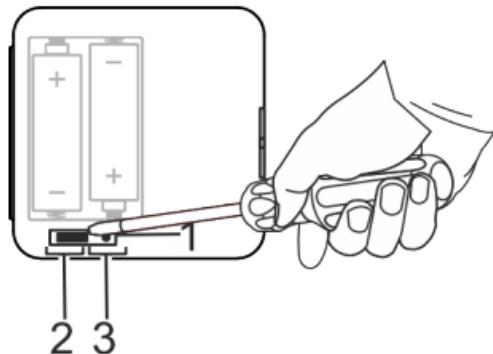

Fig. 8: Levantar el puente de cortocircuito
2. Levante el puente de cortocircuito (Fig. 8/1) de la tapa de la carcasa con un destornillador plano.
3. Coloque el puente de cortocircuito (Fig. 8/1) en la posición de 2 puntos (Fig. 8/2).